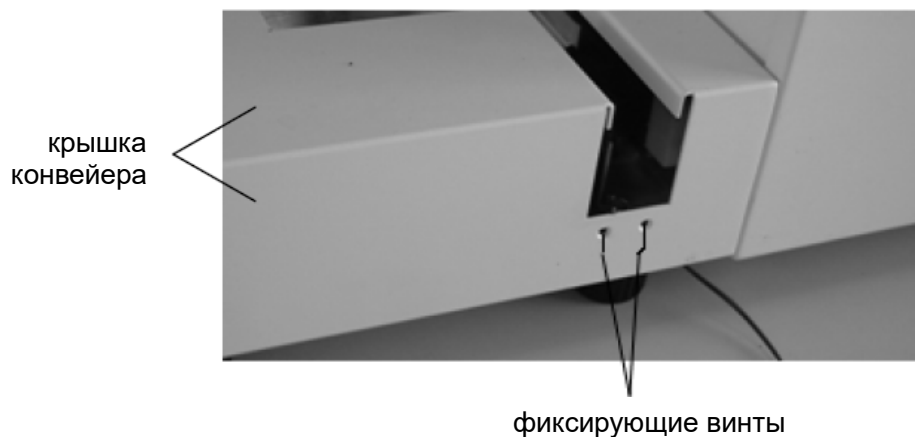

Рис. 2-12
- Снимите крышку конвейера анализатора осадка мочи как показано на рис. 2-12, удерживая правую и левую сторону крышки двумя руками, потяните ее вверх, поместите фиксирующий блок 1 под конвейер, совместите крепежные отверстия и закрепите винтом, как показано на рисунке 2-13: